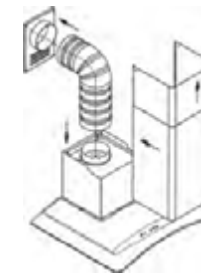

рис. 9
- 6.4 В зависимости от режима эксплуатации кухонной вытяжки соедините вентилятор с вентиляционной решеткой полужестким гофрированным воздуховодом (рис. 9) или установите на вентилятор угольные фильтры*. Угольные фильтры устанавливаются на защитные решетки корпуса вентилятора (рис. 10, 10А).
- будьте осторожны при установке фальштруб (рис. 9), не повредите поверхности из нержавеющей стали. Их легко поцарапать.